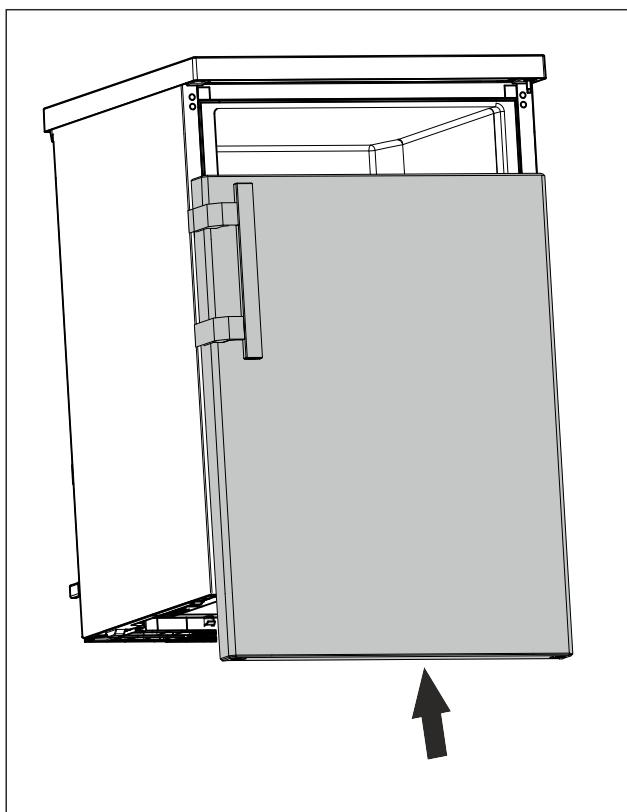

Fig. 19
- ▶ V zavřeném stavu nasad'te dvířka na horní čep. (viz Fig. 19)